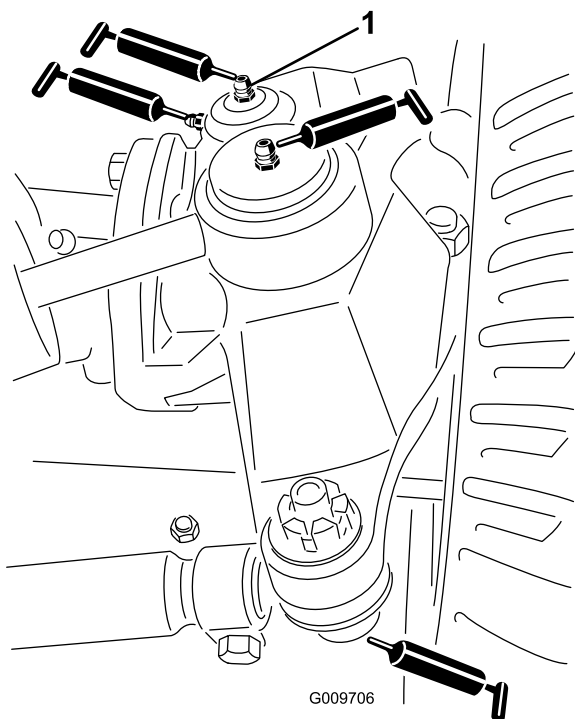

Figura 45
- Rótulas del cilindro de dirección (2), como se muestra en la Figura 45
- Rótulas de las bielas (2), como se muestra en la Figura 45
- Casquillos del pivote de dirección (2), como se muestra en la Figura 45